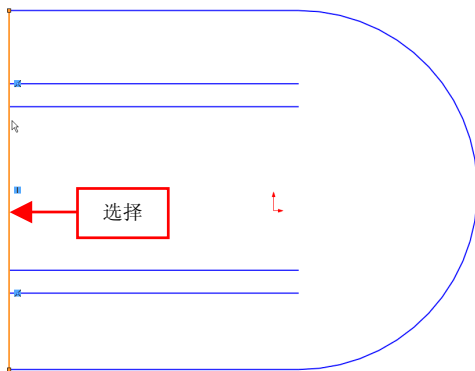

图 2-66 选择左侧的垂直直线
(2) 单击【草图绘制】按钮, 选择合适的边线, 进入草图绘制环境, 选择左侧的垂直直线, 如图 2-66 所示。